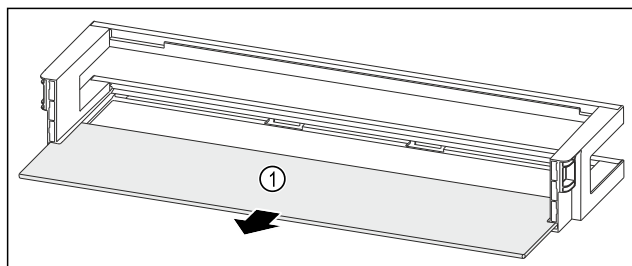

Fig. 90 Türabsteller mit Abstellfläche
- ▶ Abstellfläche Fig. 90 (1) entnehmen.